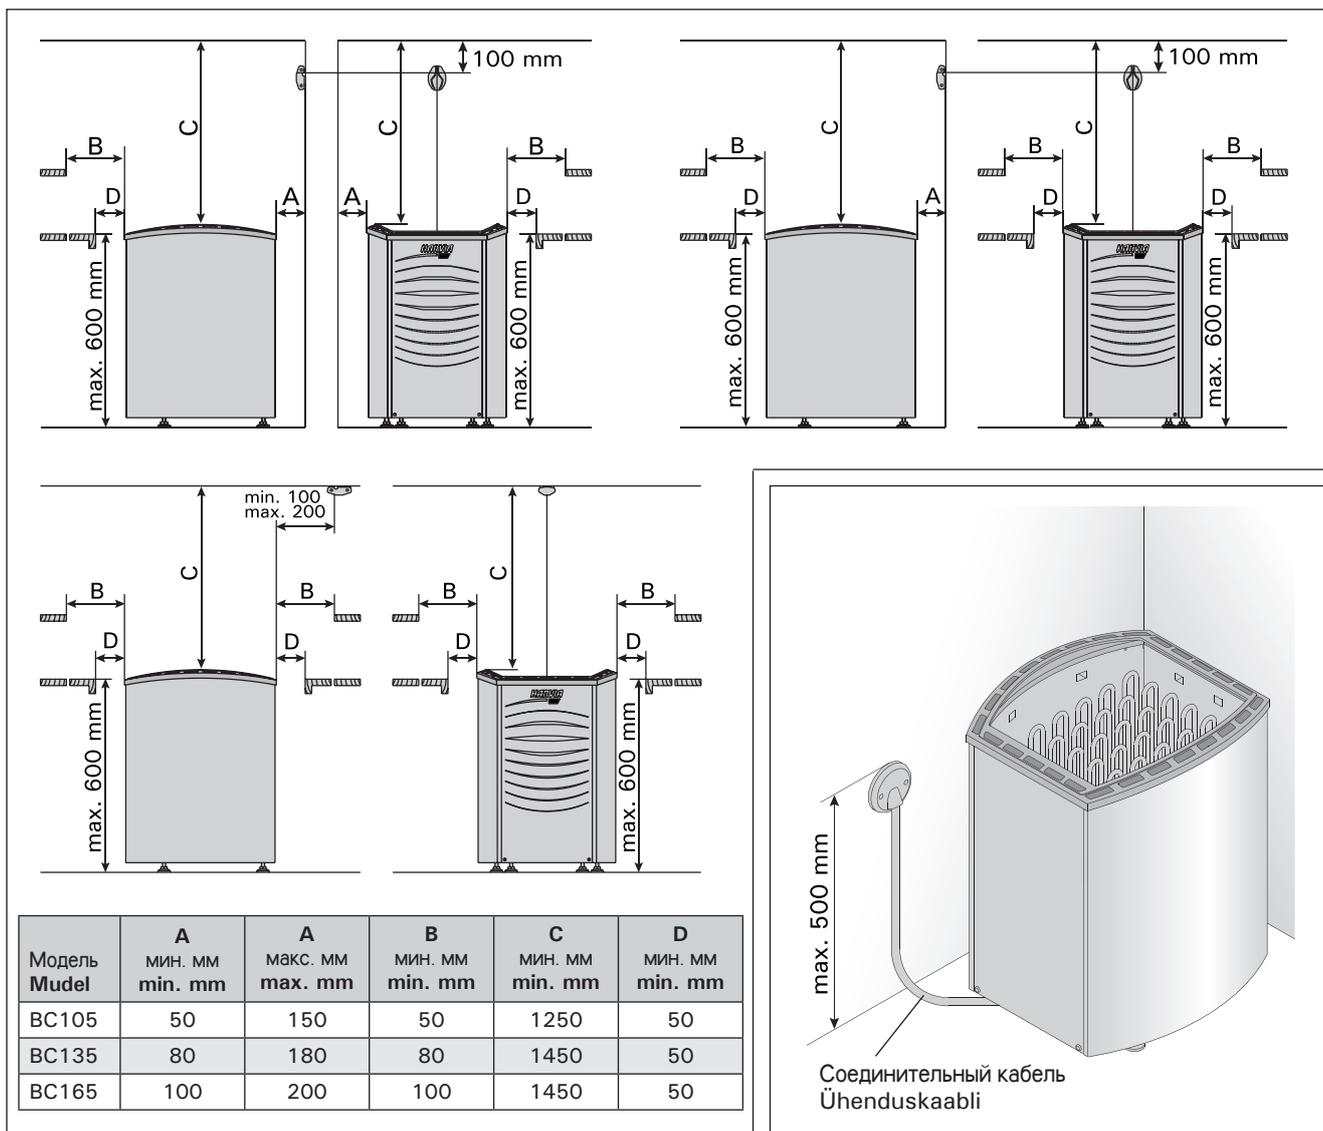

Рисунок 3. Безопасные расстояния каменки
- При расположении каменки выполняются условия минимальных расстояний, изображенных на рис. 3 и указанных в таблице 1.
Перед установкой необходимо принять во внимание минимальные расстояния до легковозгораемых материалов. См. табл. 1 и рис. 3.